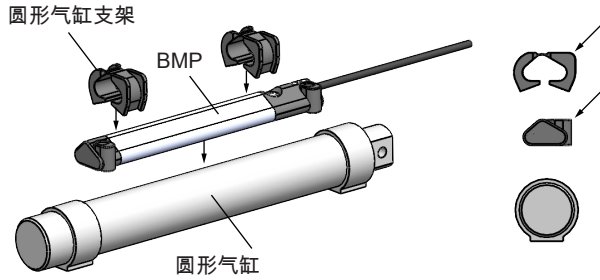

图 4-8: 将支架固定到BMP上
1. 将圆形气缸支架夹紧到BMP上。同时注意支架的定向 (参见图 4-8)。